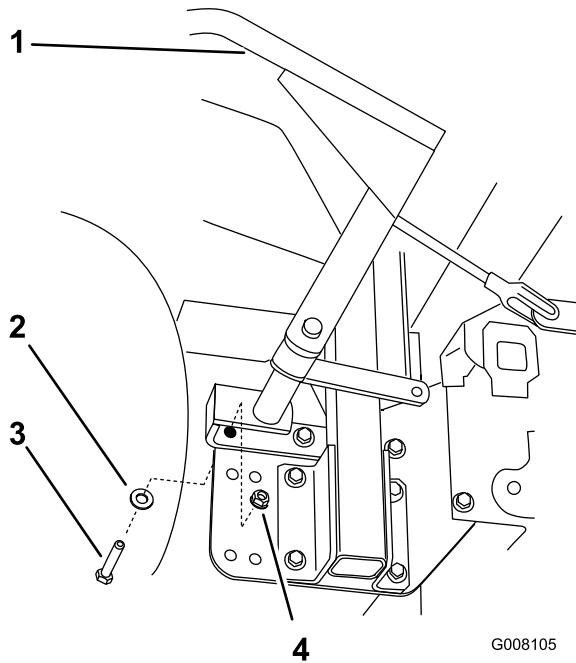

Figura 7
2. Instale el conjunto de la palanca en el soporte de montaje del ensacador y la máquina con 3 pernos (3/8" x 1 1/4") y 3 contratuercas (3/8") (Figura 7 y Figura 8).